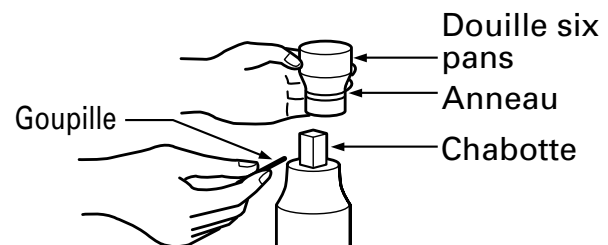

Fig. 2
(1) Type de goupille, joint d'étanchéité (WH22) (Fig.2)